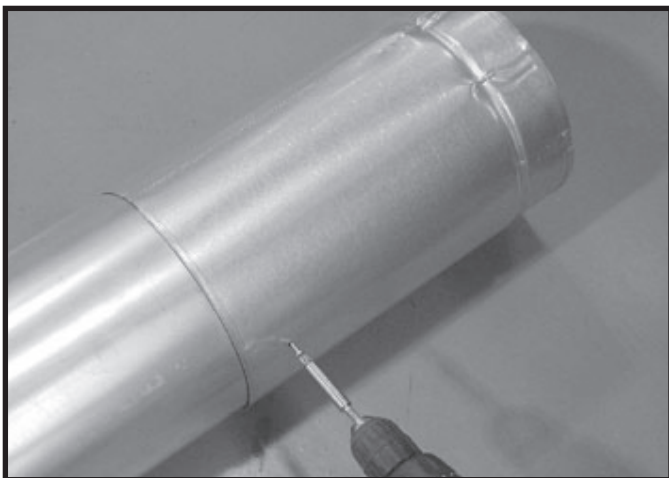

Figure 7.6 Vissez sur la section coulissante
- Fixez le conduit et la section coulissante avec deux vis d'une longueur inférieure à 1/2 po (1/2 po) en utilisant les trous de guidage sur la section coulissante. Voir la figure 7.6.